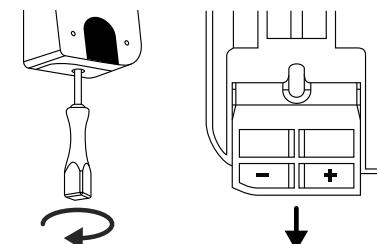

Fig. 3
③ Retirez la vis de la face inférieure du clavier à l'aide du tournevis Tx8 fourni et retirez le compartiment des piles vers le bas (Fig. 3).